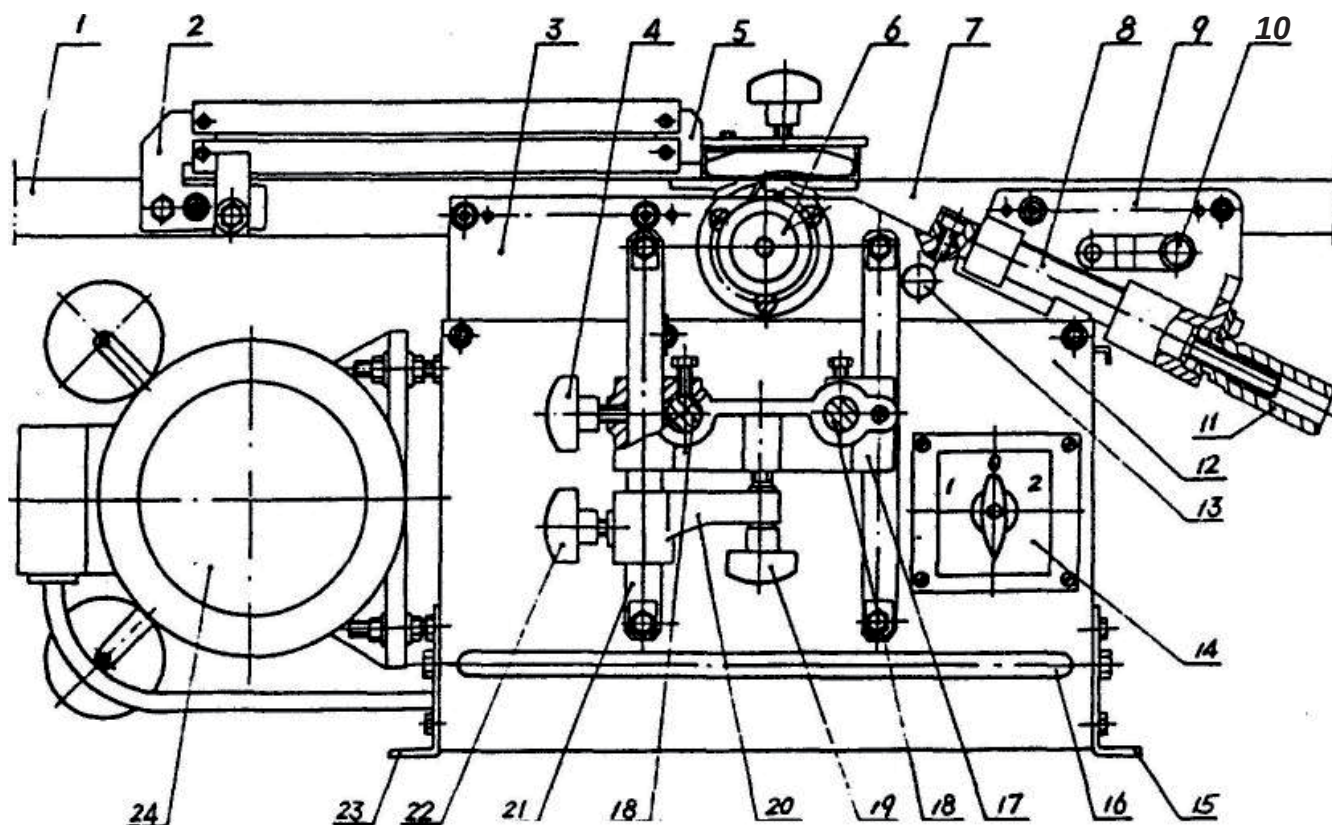
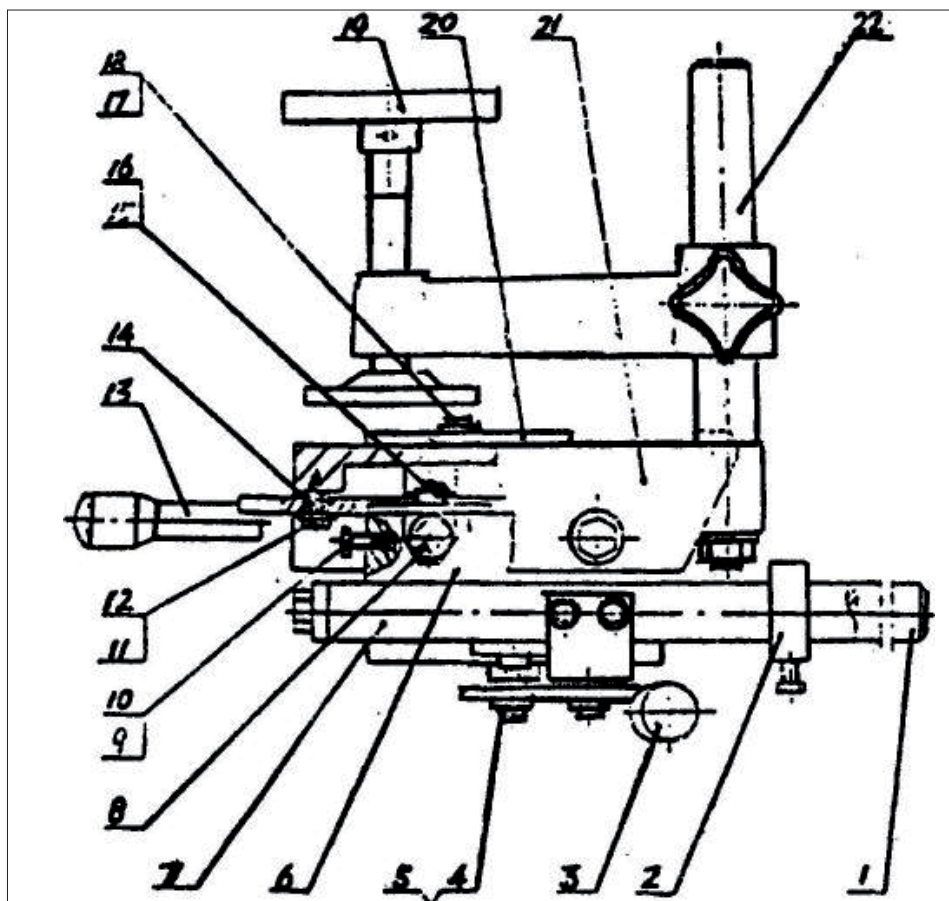
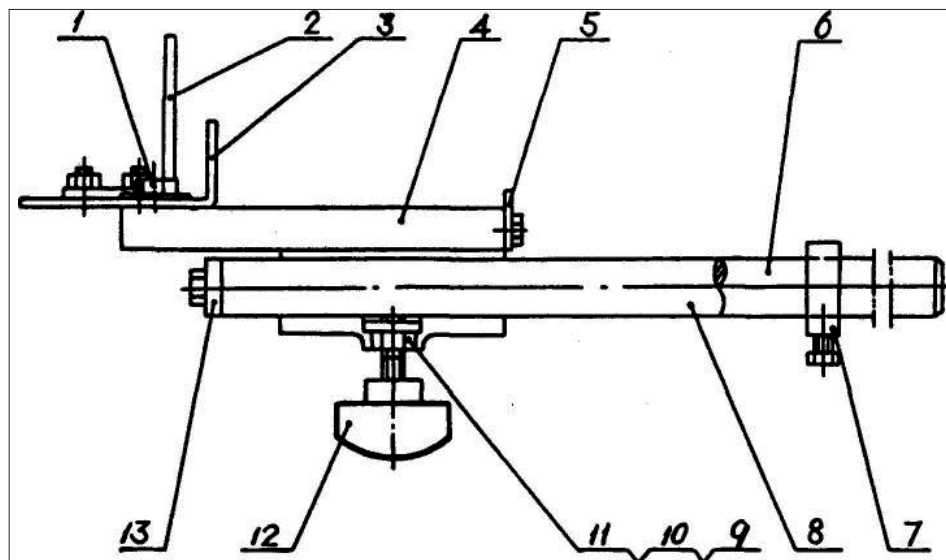

Рис. 1 Схема станка
Рис. 2 Сверлильный блок тип А
Рис. 3 Сверлильный блок тип В
- Имеется два типа блоков такого рода деталей. Тип А (см. Рис. 2) и тип В (см. Рис. 3). Мы обычно предоставляем сверлильный блок типа В, однако по запросу клиента, мы можем также предоставить и тип А.
- После установки сверлильного блока типа А, как показано на Рис. 2, поместите роликовые направляющие 1 и 7 в контрольные отверстия подвижного основания 17, как показано на Рис. 1, и закрепите его.
- Либо после установки сверлильного блока типа В, как показано на Рис. 3, поместите роликовые направляющие 6 и 8 в контрольные отверстия подвижного основания 17, как показано на Рис. 1, и закрепите его.
Сверлильный блок тип А (Рис. 2)
Сверлильный блок тип В (Рис. 3)